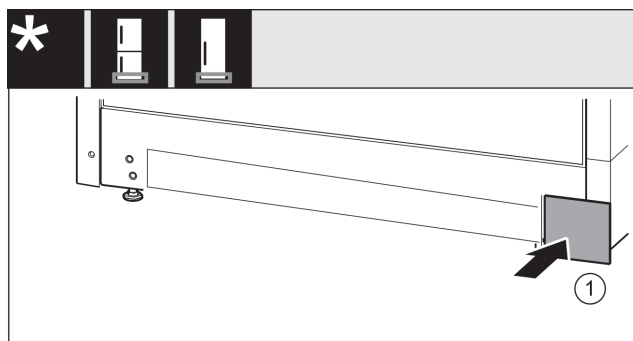

Fig. 22
- ▶ Ponovno natakните poklopac Fig. 22 (1) na drugu stranu.